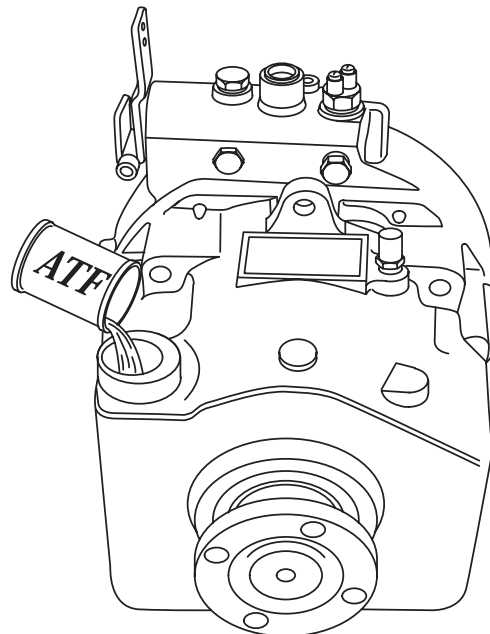
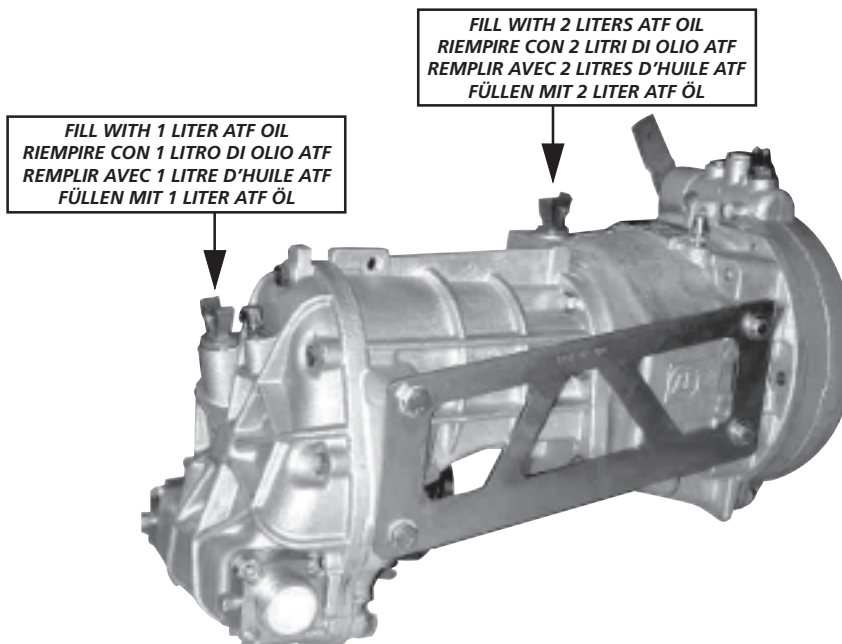

Fig. V-5
Fig. V-6
2.4.1 Fill with the following quantities of Automatic Transmission Fluid (ATF), and add the amount required for cooler and pipelines (fig. V-5 / fig. V-6).
2.4.1 Riempire con olio per cambi automatici ATF rispettando le quantità sotto indicate; aggiungere la quantità necessaria per il riempimento dello scambiatore di calore e dei relativi tubi di raccordo (fig. V-5 / fig. V-6).
2.4.1 Remplir avec les quantités suivantes d'huile ATF, et ajouter la quantité requise pour le refroidisseur et ses canalisations (fig. V-5 fig. V-6).
2.4.1 Füllen Sie das Getriebe bis zur Max.-Markierung mit ATF-Getriebeöl (Automatic Transmission Fluid) plus der Menge, die für Ölkühler und Leitungen benötigt wird (Bild V-5 / Bild V-6).